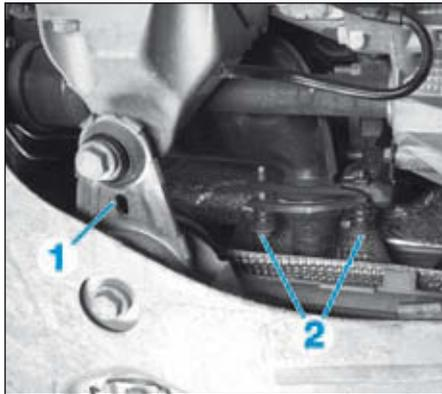

FIG.97
- la biellette de reprise de couple (1) (Fig.97),
- les vis (2) de la liaison catalyseur ligne d'échappement,